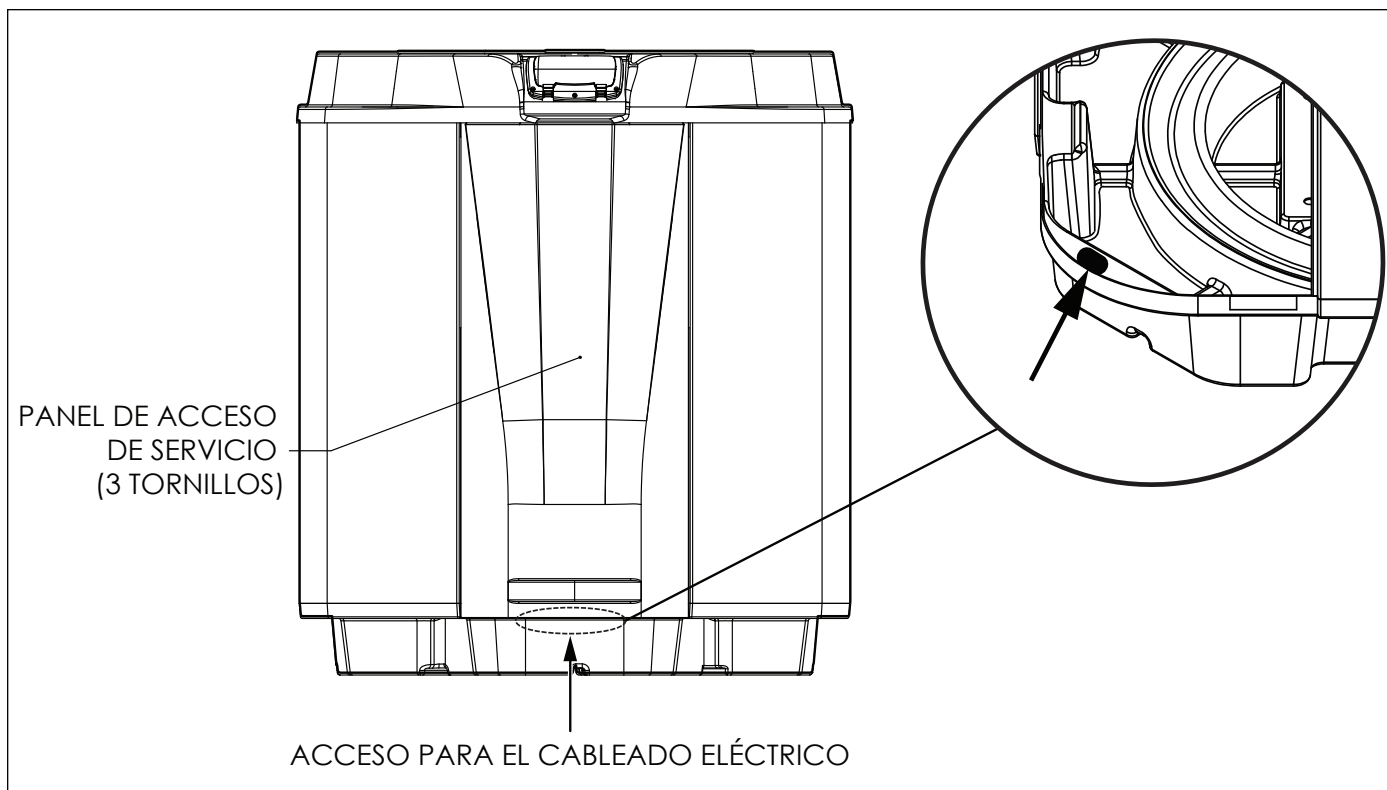

Figura 9. Vista delantera de la bomba de calor Jandy JRT
2. Extraiga los tres (3) tornillos que conectan el panel de servicio/acceso a la unidad de la bomba de calor (consulte la Figura 9).
2. Extraiga los tornillos que conectan el panel de servicio/acceso a la unidad de la bomba de calor y la cubierta de la caja de conexiones (consulte la Figura 9).
3. Tienda los cables del sistema de control de la piscina/del hidromasaje hasta la conexión de conducto etiquetada "Low Voltage Connection" (Conexión de bajo voltaje) y ubicada en la parte inferior derecha de la bomba de calor (consulte la Figura 9).
2. Extraiga los tres (3) tornillos que conectan el panel delantero a la bomba de calor y extraiga el panel delantero. Consulte la Figura 9.